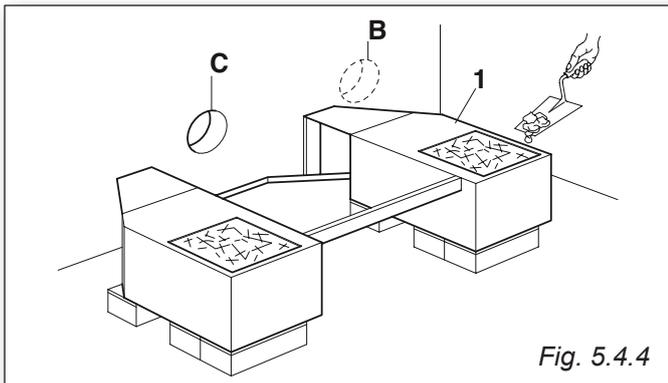

Fig. 5.4.4
Posizionare correttamente la base metallica (1) su uno strato di malta cementizia e riempire anche le due aperture laterali con una malta cementizia così da fissarla al pavimento (fig. 5.4.4).